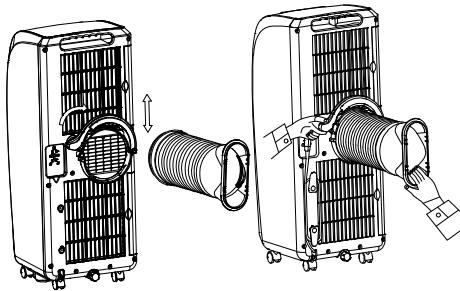

Figure 5
chaleur avec la main gauche et le connecteur court du tuyau d'évacuation de chaleur avec la main droite ; placez une extrémité du tuyau d'évacuation de chaleur qui est écartée sur la partie inférieure du conduit d'air inférieur ; appuyez sur la boucle en forme de C du tuyau d'évacuation de la chaleur avec la main gauche de manière à ce que la boucle en forme de C du tuyau d'évacuation de la chaleur se clipse au joint à ressort de la coque arrière (comme illustré sur la figure 5).
1. Le connecteur rond doit être placé sur la marche à l'intérieur du bas du conduit d'air inférieur (comme illustré à la figure 5).